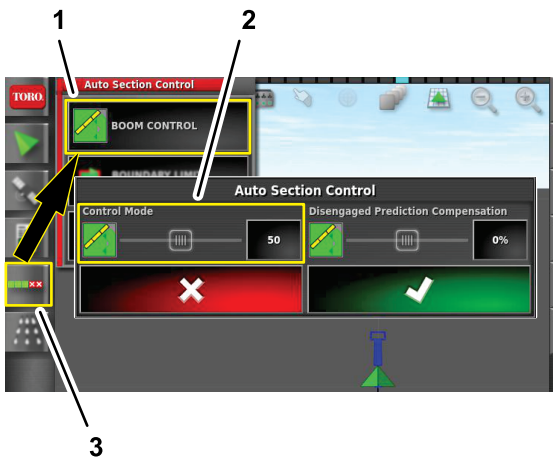

Рисунок 107
- Нажмите на значок «АВТОМАТИЧЕСКОЕ УПРАВЛЕНИЕ СЕКЦИЯМИ» (Рисунок 107).
2. Нажмите на значок УПРАВЛЕНИЯ СТРЕЛОЙ (Рисунок 107).